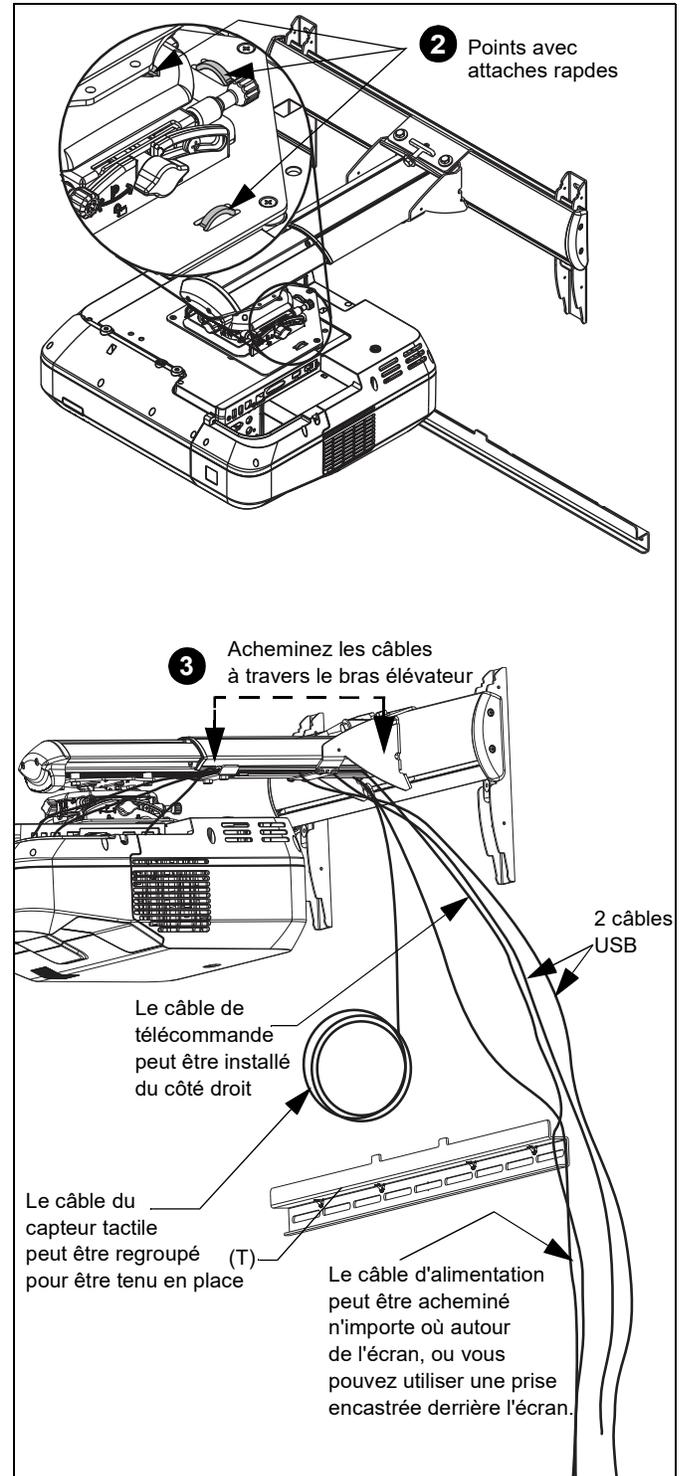

Figure 13
2. Utilisez les points avec attaches rapides à côté de l'interface du projecteur et sur le support de projecteur. (Voir figure 13)
3. Faites passer les câbles à travers le bras élévateur. (Voir figure 13)
4. Les câbles du panneau de commande (2 USB et 1 câble de télécommande) doivent être déposés en haut du support de montage de l'écran, afin que vous puissiez les faire passer sur le côté de l'écran jusqu'au panneau de commande. (Voir figure 13)